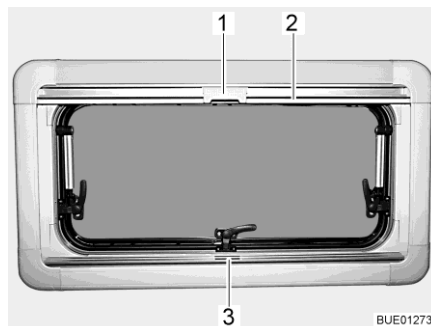

Bild 98 Ausstellfenster
- Faltverdunklung in der Mitte der Griffleiste (Bild 98,3) fassen, von unten nach oben ziehen und auf der gewünschten Höhe loslassen. Die Faltverdunklung bleibt in dieser Höhe stehen.
- Insektenschutzrollo an der Griffleiste (Bild 98,2) nach unten ziehen, bis es an der Griffleiste der Faltverdunklung (Bild 98,3) anstößt.
- Raste (Bild 98,1) am Insektenschutzrollo mit der Griffleiste der Faltverdunklung verriegeln.
- Raste (Bild 98,1) am Insektenschutzrollo oben nach hinten drücken.
- Insektenschutzrollo an der Griffleiste (Bild 98,2) langsam zurückführen.